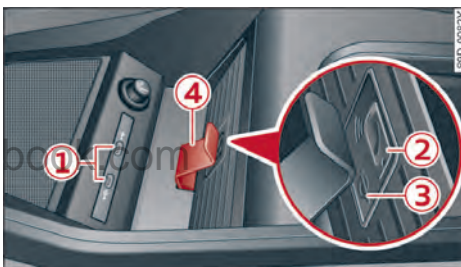

图 144 前中控台：奥迪电话盒及支座和接口
- ▶ 打开奥迪电话盒支座④⇒ 130 页，图 144。
- ▶ 要通过车外天线使用移动电话通话时，请将移动电话背面朝下放到奥迪电话盒和固定座④之间的电话符号②上。
- ▶ 要通过 Type-C 给移动电话充电时，请将移动电话接入 Type-C 端口①⇒ 130 页，图 144。
- ▶ 要给移动电话无线充电时，请将移动电话背面朝下放到奥迪电话盒和固定座④之间的符号③上。